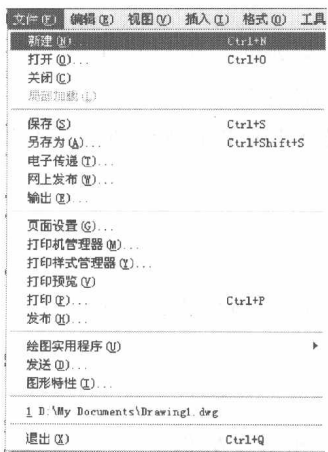
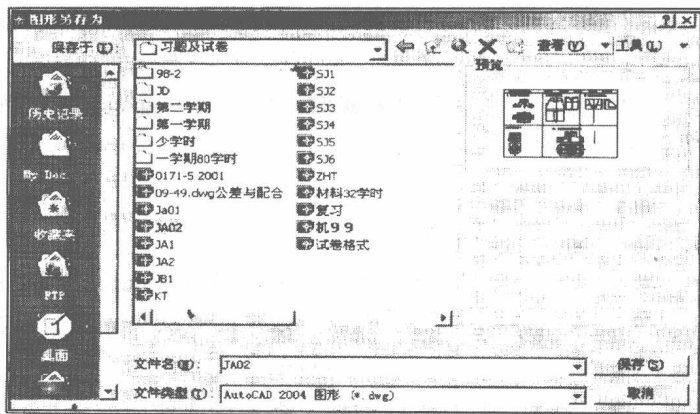

图 1-5 保存图形对话框
图 1-6 保存文件菜单
2. 另存为命令 操作方法：鼠标单击【文件】→【另存为】→【图形另存为】对话框→对图形赋予新文件名→回车，如图 1-5、图 1-6 所示。